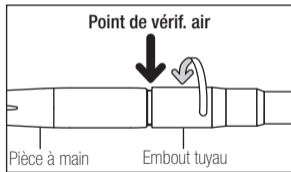
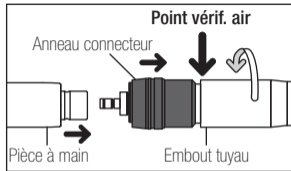

Fig. 1
Fig. 2
- 2) Serrez l'embout du tuyau. (Fig.1)
Faites glisser l'anneau du connecteur vers l'arrière, comme l'illustre la fig.2.
Régalez la pression d'air au « point de vérification de l'air » sur les fig. 1 et fig. 2. Les valeurs de paramétrage se trouvent dans le tableau de spécification. Ne dépassez pas la pression d'air recommandée au moyen d'une multi jauge.